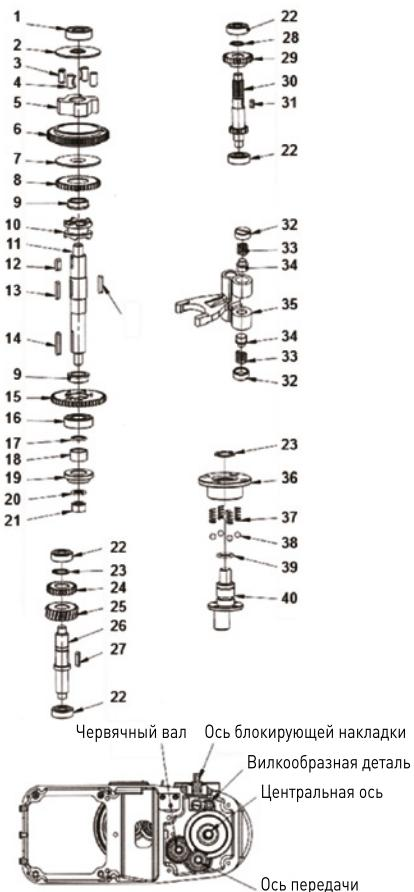

Рис. 2: Узел передачи
- Узел передачи [Рис. 2];
Список деталей устройства, указанных на Рис. 2